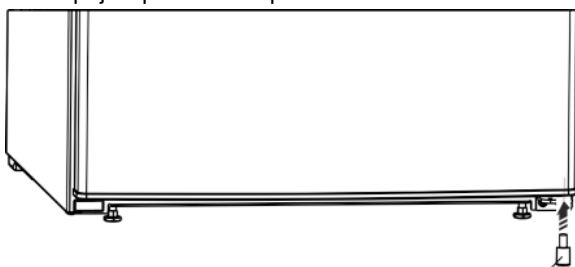

Fig. 6
- ▶ Distanční vložku Fig. 6 (13) opět vsadte vpravo dole do dveří; je důležitá pro stabilitu přístroje.